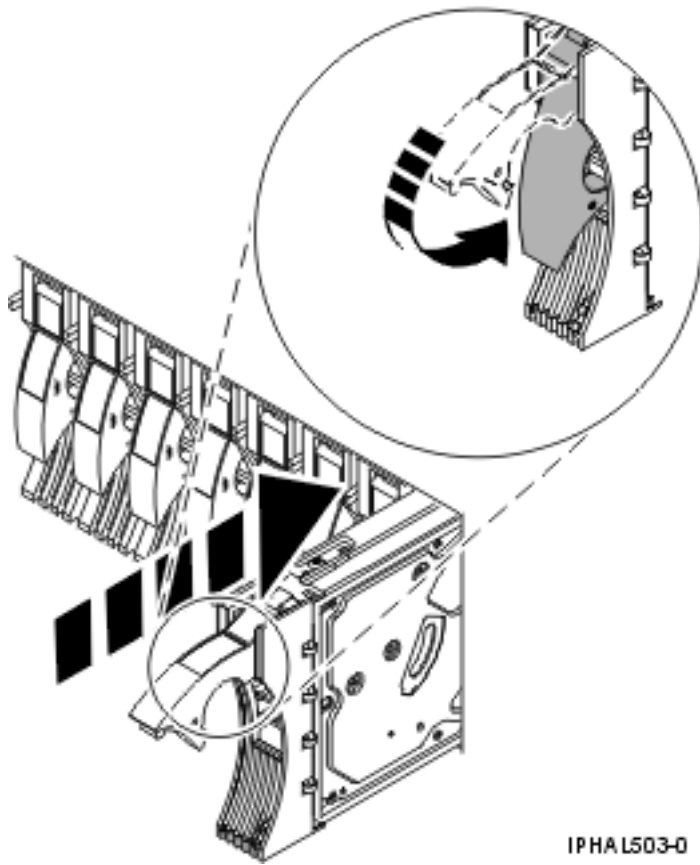

Figure 96. Installation d'une unité de disques sur un modèle ou 7311-D20
7. Poussez complètement la poignée de l'unité de disques (voir figure 96).